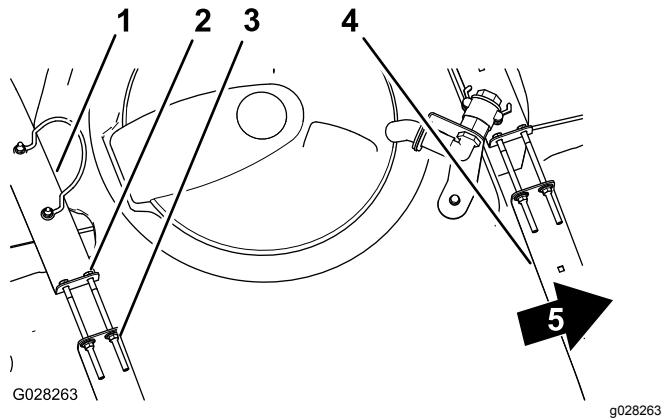

Figure 17
3. Si les sangles de la cuve ne sont pas assez serrées, resserrez les contre-écrous à embase et les boulons en haut des sangles jusqu'à ce que ces dernières soient parfaitement en appui sur la surface de la cuve (Figure 17).
2. Assurez-vous qu'il n'y a pas de jeu entre les sangles de la cuve et la cuve (Figure 17).